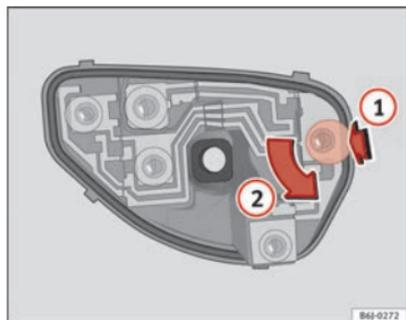

Fig. 178 Cambio lámparas luces posteriores
- Una vez retirado el portalámparas, presione en sentido de la flecha (1) y gire a la vez en sentido de la flecha (2) ⇒ fig. 178.